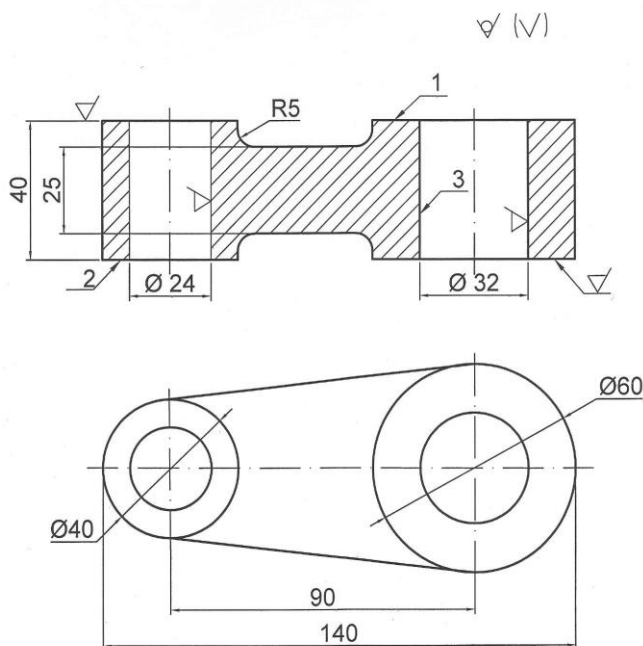

Рис. 1
1) По эскизу детали (рис.1) разработайте эскиз отливки. Приведите эскизы модели и собранной литейной формы (в разрезе) с указанием размеров. Дайте обоснование назначению размеров модели. Опишите последовательность изготовления литейной формы и получения отливки.